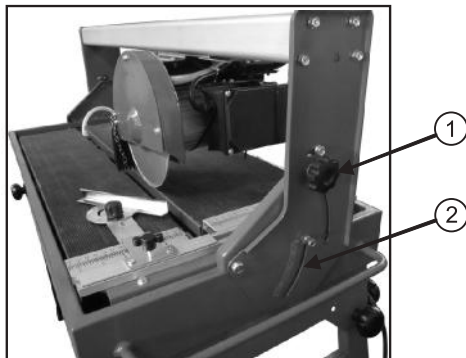

Рис. 9
2. Ослабьте винты фиксации (1) направляющей консоли (рис. 9).
3. Установите необходимый угол наклона консоли, используя градуированную шкалу (2).